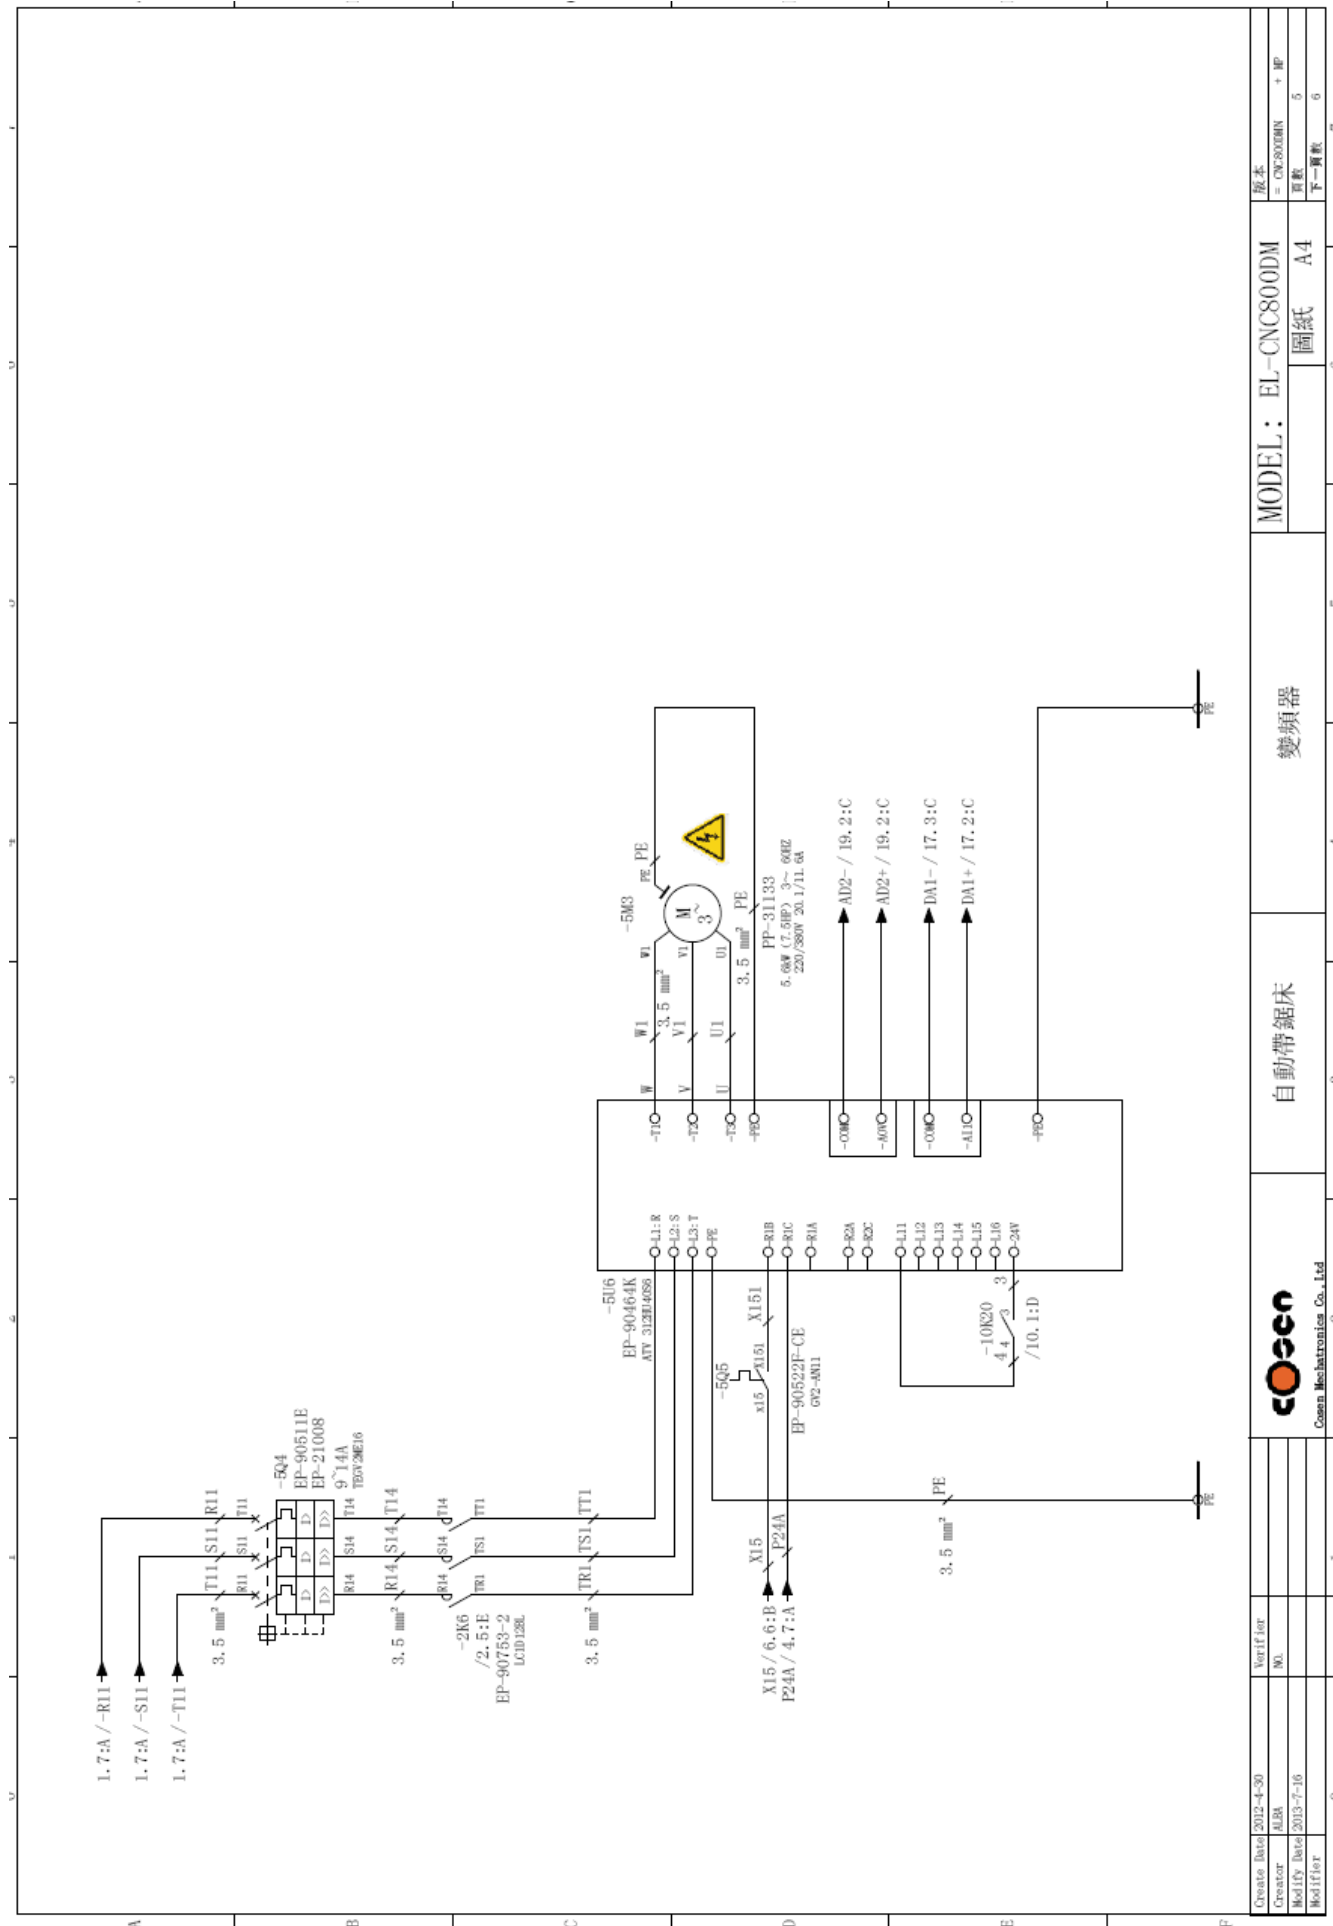

Fig. 5-6 Inverter layout (CE)
- Fig. 5-6 Inverter layout (CE)